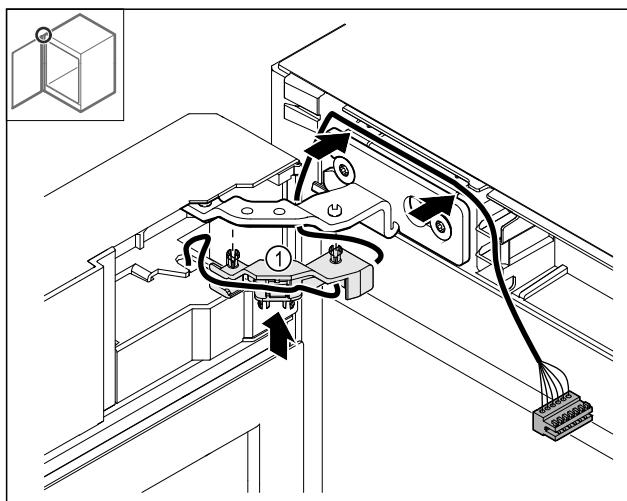

Fig. 51
- ▶ Presionar el soporte del cable Fig. 51 (1) en la bisagra.